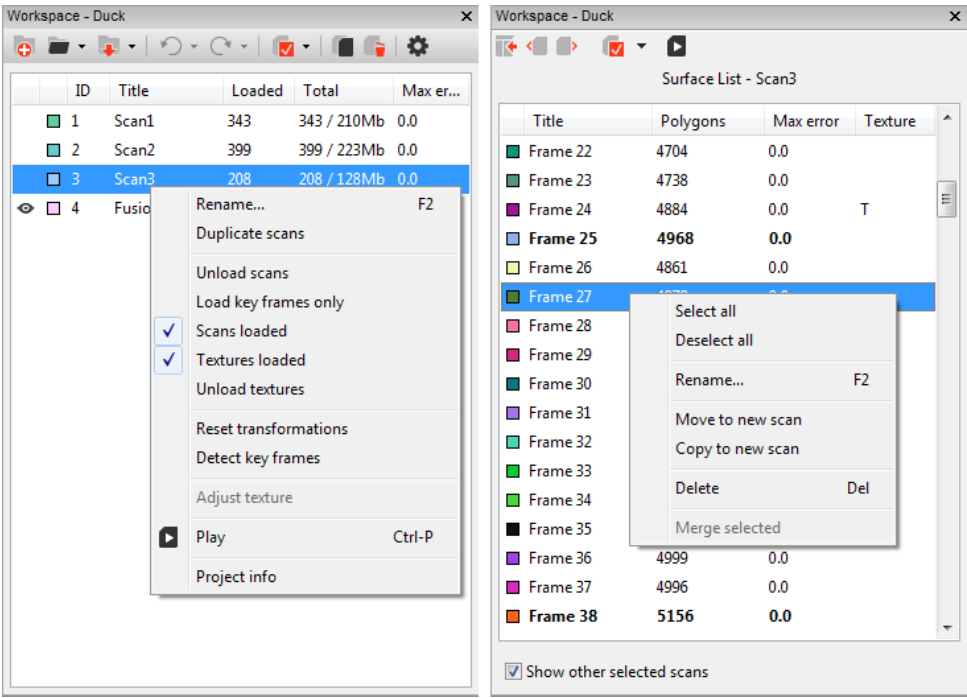

Рис. 8.2: Панель *Рабочая область*: список сканов (исходное состояние) слева и список поверхностей справа
После каждой сессии сканирования Artec Studio сохраняет последовательность кадров в отдельный скан. Список всех сканов, содержащихся в проекте, отображается на панели *Рабочая область* (см. Рис. 8.2).
При двойном щелчке левой кнопки на имени скана откроется панель *Поверхности*, содержащая список поверхностей выбранного скана (Рис. 8.2, справа). В случае, если
2. Нажать ПКМ и выбрать пункт *Перенести в новый скан* (Рис. 8.2, справа).